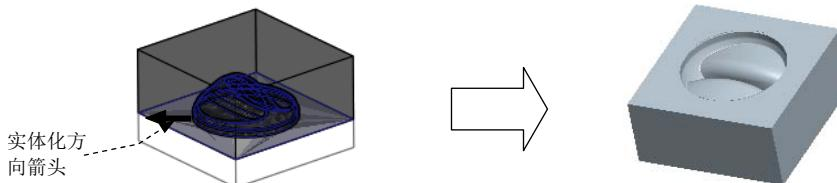

图 11.24 实体化创建上模
- Step4.** 选择下拉菜单 **文件** → **另存为 (A)** → **保存副本 (A)** [保存活动窗口中对象的副本]，在“保存副本”对话框中的 **新名称** 文本框中输入文件名 micro-oven_switch_lower_mold。单击 **确定** 按钮。
- Step6.** 在“实体化”操控板中单击 按钮，改变实体化箭头的方向，在操控板中单击 按钮，实体化后的面组如图 11.24 所示。